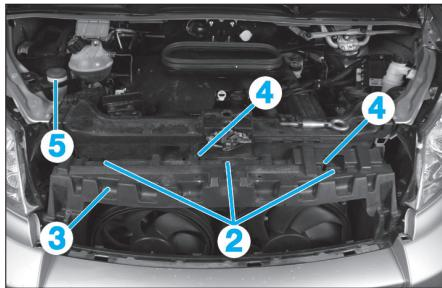

Fig. 6
- Déposer les agrafes de maintien (2) de la cloison (3) (Fig.6).
- Écarter la cloison (3).
- Dégrafer les brides de radiateur (4).